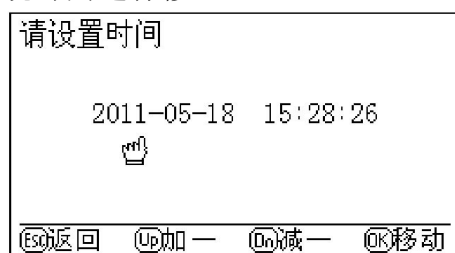

图 17
4.8 在图 2 所示的界面下，若选择时间设置操作，将出现时间设置界面，如图 17，此时可对系统时间进行修正。